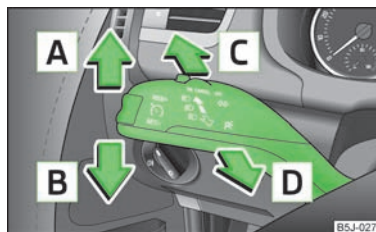

Abb. 25
- › Den Blinkerhebel » Abb. 25 nach oben bzw. nach unten drücken - das Standlicht auf der rechten bzw. linken Fahrzeugseite wird eingeschaltet.
- › Den Hebel nach oben **A** bzw. nach unten **B** drücken » Abb. 25.